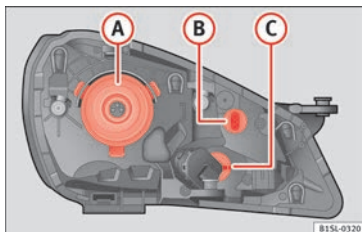

Bild 84 I motorrummet: vänster strålkastare med gummiskydd sedd bakifrån. (A) hel- och halvljusstyrning, (B) positionsljus och varsel, (C) blinkers.
Hel- och halvljus **bild 84 (A)**
Sideljus och varsel **bild 84 (B) /**
Främre blinkers **bild 84 (C)**